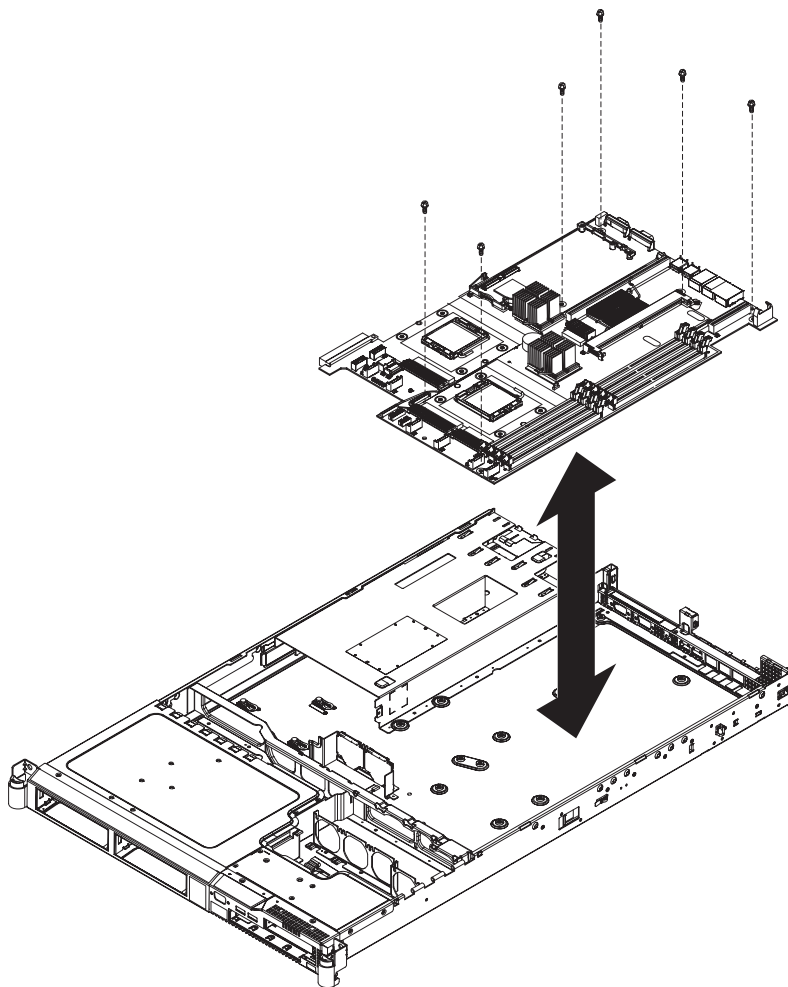

図 278. SAN ボリューム・コントローラー 2145-8G4 システム・ボードを固定するねじの配置
19. システム・ボードをシャーシに固定しているシステム・ボード上の 6 個のねじを取り外します (336 ページの図 278 を参照)。